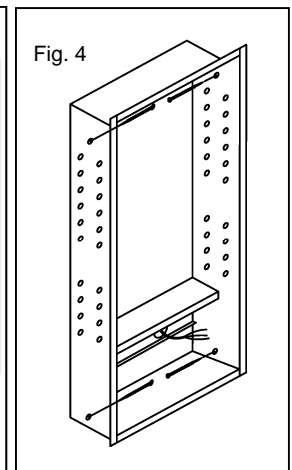

Fig. 4
9. Nivele el gabinete en el centro de la abertura de la pared. Utilice separadores de ser necesario. Use 4 tornillos de montaje para sujetar el gabinete a los montantes (Fig. 4). Ajuste los tornillos hasta que estén al nivel de la carcasa. No ajuste excesivamente. El ajuste excesivo puede doblar la carcasa e impedir la correcta instalación de los estantes.
9. Nivelé et aplomber le coffret au centre de l'ouverture. Utilisez des cales, si nécessaire. Utilisez 4 vis de montage pour fixer le coffret aux poteaux muraux (fig. 4). Serrez les vis jusqu'à ce qu'elles affleurent le boîtier. Ne pas trop serrer. Cela pourrait courber les côtés du boîtier et empêcher l'installation adéquate des tablettes.